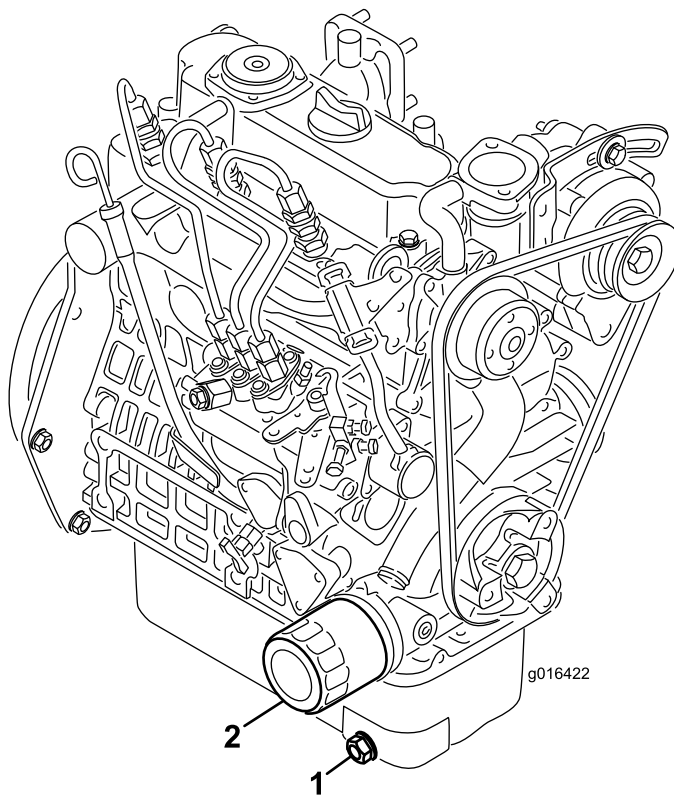

Figura 38
1. Togliete il tappo di spurgo (Figura 38) e lasciate defluire l'olio in una bacinella. Quando l'olio cessa di defluire, rimontate il tappo.